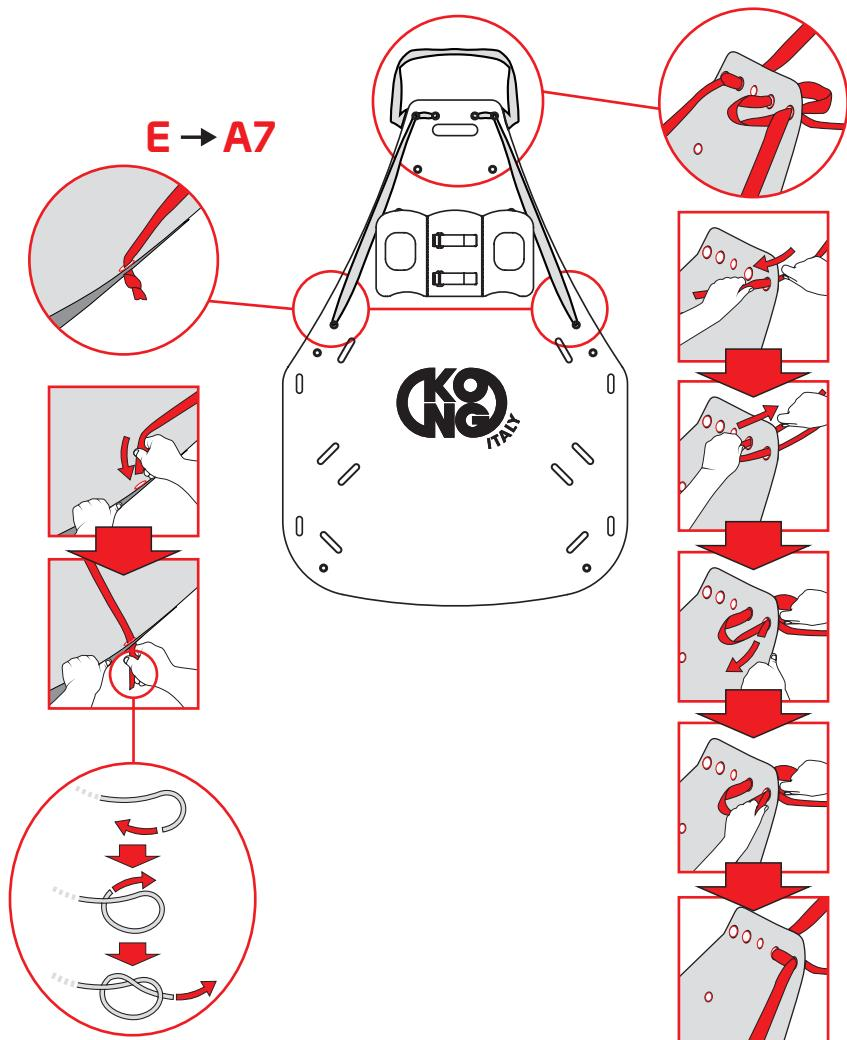

Fig.8
- a) introduzca la cinta (E) en los agujeros A7 de la superficie de apoyo (fig. 8).